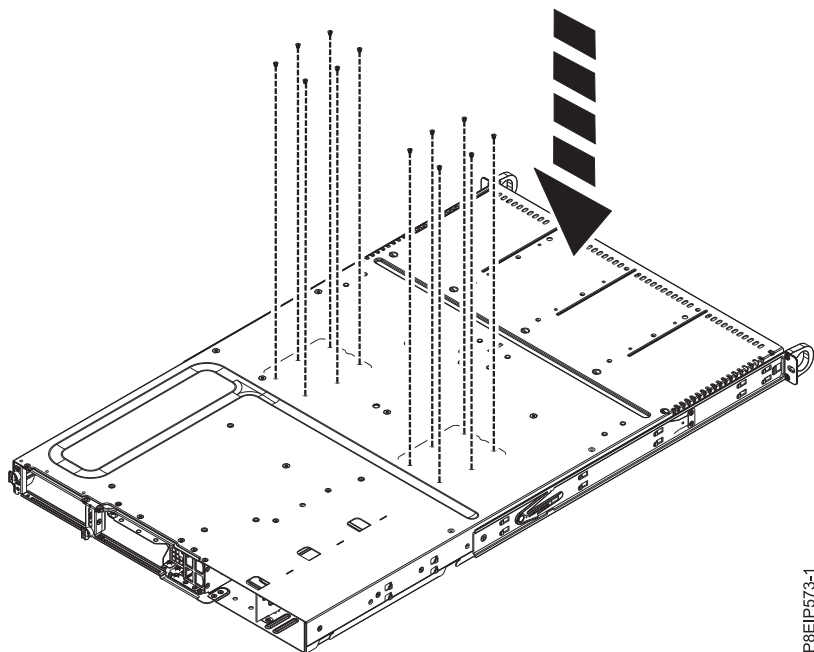

図 43. シャーシの下部にあるプロセッサ・ソケットのねじ
- b. システムの下部に 12 本のねじを再取り付けします。ねじの位置は 44 ページの図 43 に示しています。